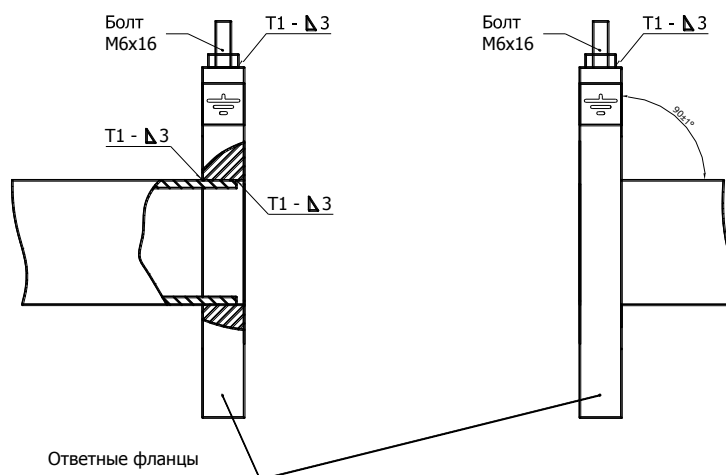

Рисунок 8.5
8.3.5 К прямолинейным участкам трубопровода приварить фланцы в соответствии с ГОСТ 12820-80, при этом угол между осью трубопровода и плоскостью фланца должен быть $90\pm 1^\circ$. Фланцы следует приваривать таким образом, чтобы после установки расходомера (ППР) ось электродов ППР лежала в горизонтальной плоскости (допустимое отклонение от линии горизонта $\pm 10^\circ$). При монтаже ответных фланцев необходимо приварить болт заземления к верхней части монтируемого фланца (см. рисунок 8.5).